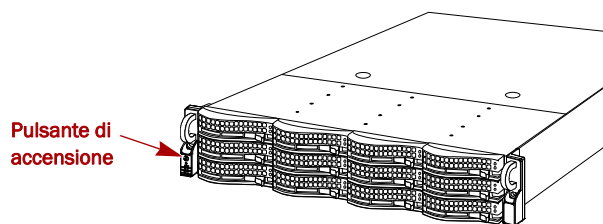

Figura 16. Pulsante di accensione sulla flangia sinistra
Per accendere l'array di espansione, premere e tenere premuto il pulsante di accensione (Figura 16) per non più di un (1) secondo.